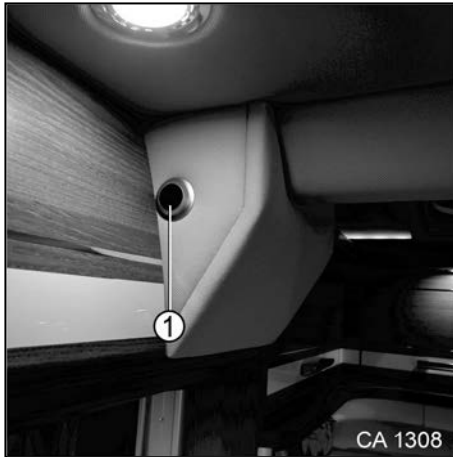

Fig. 79      Commande d'urgence du lit de pavillon central
1. Enficher la manivelle dans le trou (Fig. 79/1).